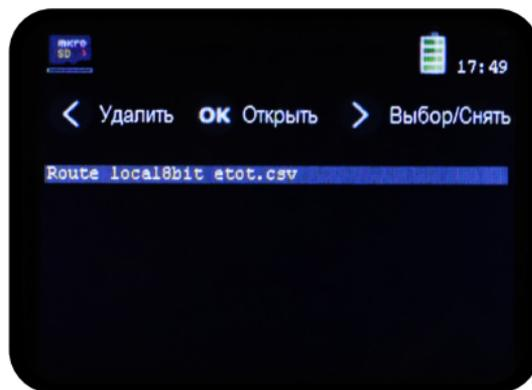

Рисунок 27. Меню «Маршруты». Список файлов
2.2.17.3 При выборе режима «Маршруты» прибор переходит в меню «Маршруты. Выбор файла» (рисунок 27), где необходимо выбрать нужный файл маршрута.